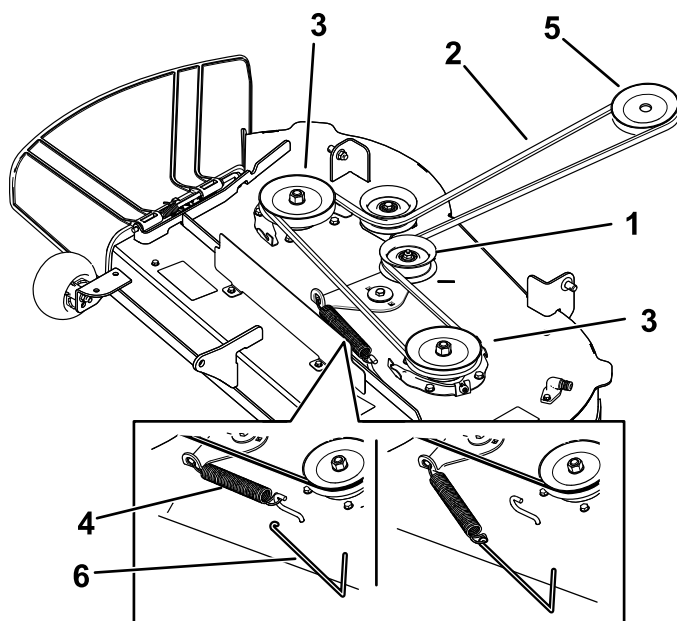

Figura 53
6. Usando una herramienta para la retirada de muelles (Pieza Toro N° 92-5771), retire el muelle tensor del gancho de la carcasa para eliminar la tensión de la polea tensora, y retire la correa de las poleas (Figura 53).
7. Pase la correa nueva alrededor de las poleas del motor y del cortacésped (Figura 53).
8. Usando una herramienta para la retirada de muelles (Pieza Toro N° 92-5771), instale el muelle tensor sobre el gancho de la carcasa y tense la polea tensora y la correa (Figura 53).